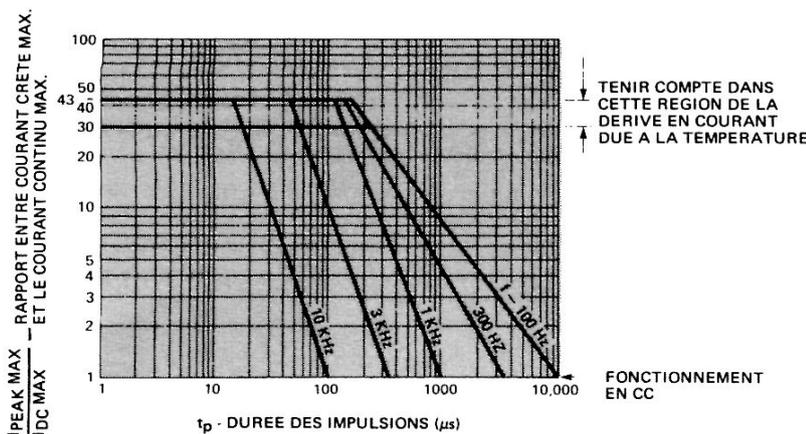

FIGURE 1 – Courant crête maximal admissible en fonction de la durée des impulsions
6. Se reporter à la figure 1 pour déterminer les conditions de fonctionnement en impulsions.